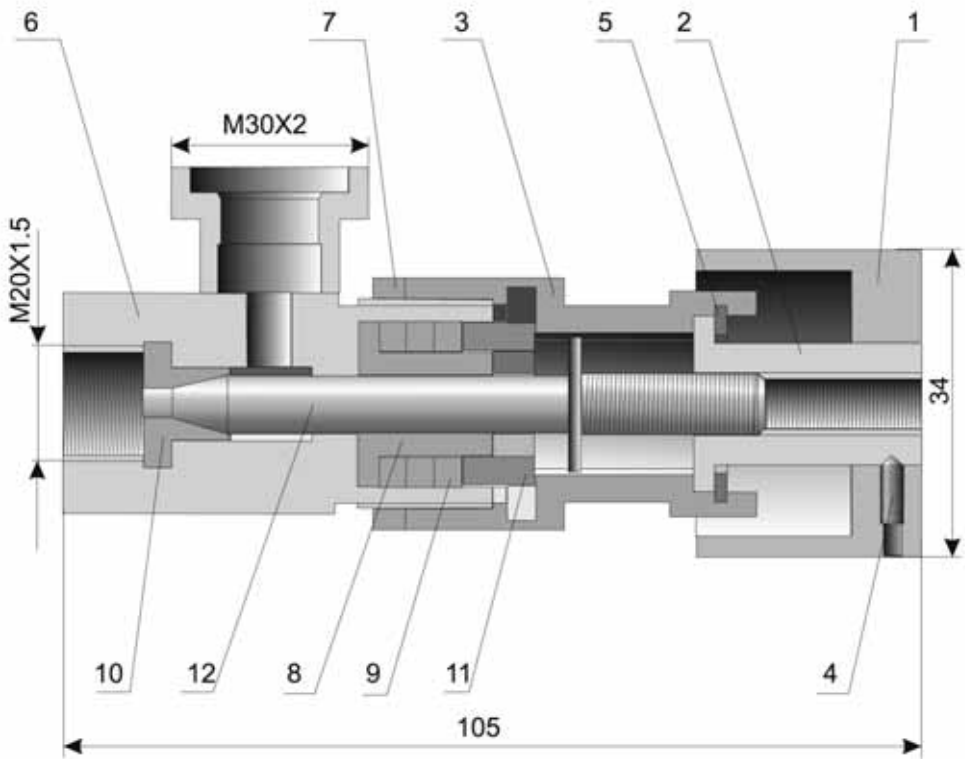

Рисунок 5 Вентиль
3.9 Разборка вентиля рис.5 приложение 5 происходит в следующей последовательности:
- 3.15 Критерием величины усилия затяжки накидных гаек на уплотнение Вильсона является отсутствие утечки хлора. При перетяжке гаек быстро изнашивается втулка поз.3 (рисунок 5 приложения 5).